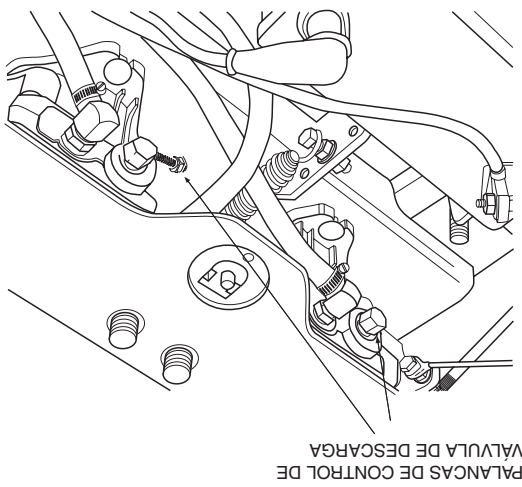

Figura 4-2 Control de válvula de descarga
Para "rodar libremente" o mover el cortacésped sin el motor encendido, coloque las palancas de la válvula de descarga en la posición **FRBE-WHBE**L (Figura 4-2, Página 14). Desconecte el freno de estacionamiento y mueve el cortacésped a mano. Las palancas de la válvula de descarga deben ser regresadas a la posición **DRIVE** y ajustadas a 7-10 pies/lb para operar el cortacésped.
11. **Palancas de control de la válvula de descarga (Figura 4-2).** Ubicadas en las bombas hidráulicas, se usan para "rodar libremente" el cortacésped. El giro de las palancas en el sentido de las agujas del reloj hasta que se detengan permite que la unidad se mueva con potencia hidráulica. Las palancas deben estar en esta posición y apretadas a 10 pies/lb para la operación apropiada del sistema de transmisión del cortacésped. El giro de las palancas en el sentido contrario a las agujas del reloj, 1-2 vueltas, permite que el cortacésped se mueva a mano (rueda libremente).